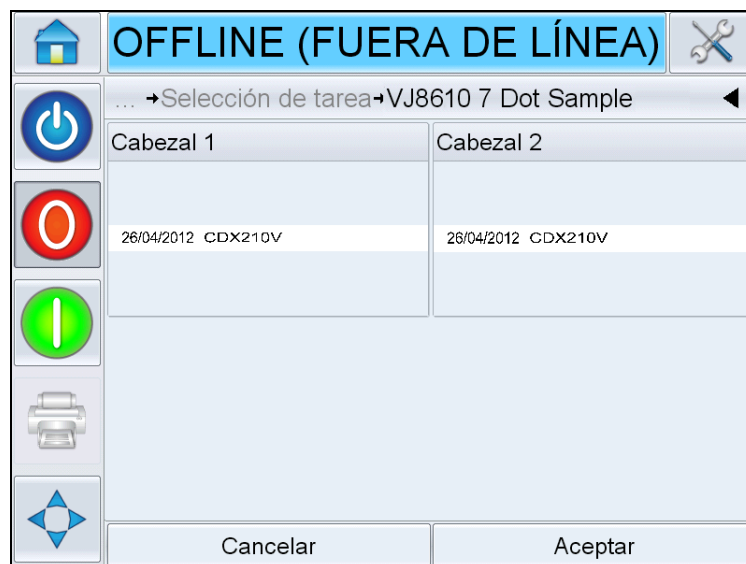

Figura 6-17: Previsualizar selección de trabajo
- c. Puede previsualizar el trabajo asignado (consulte la Figura 6-17).